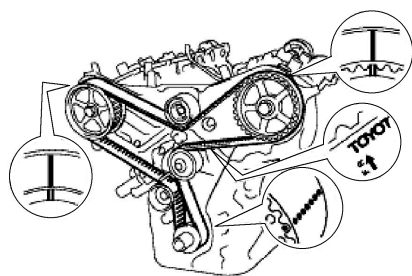
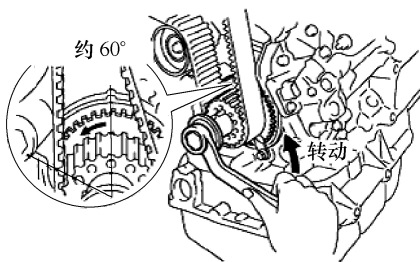
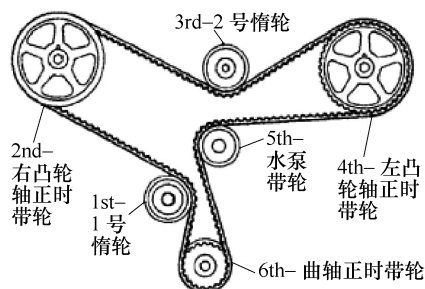

图 1-260 正时带上做安装标记
图 1-261 设置 1 号气缸 BTDC 位置
图 1-262 拆下正时带顺序图解
② 如果重复使用正时带，检查并确认如图 1-260 所示的正时带上的 4 个安装标记。
③ 如果安装标记已经消失，则在拆下前要在正时带上作好新的安装标记。
④ 将 1 号气缸设置为约 60°BTDC/压缩位置。
⑤ 逆时针转动曲轴约 60° (图 1-261)。
⑥ 拆下正时带张紧器。
⑦ 按照下列顺序拆下正时带 (图 1-262)。